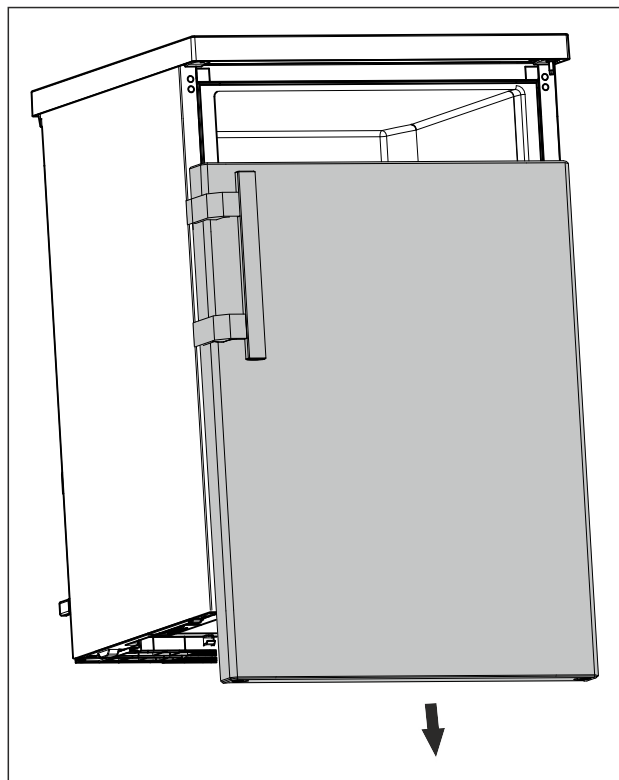

Fig. 16
- ▶ Retirer la porte vers le bas. (voir Fig. 16)